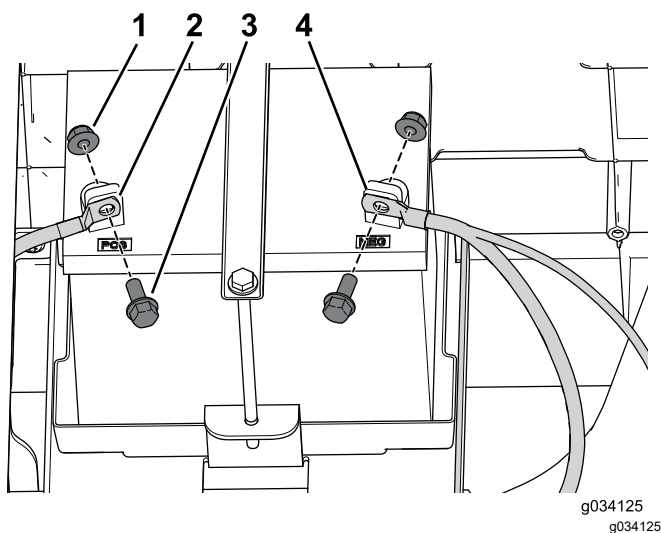

**Figure 9**
4. Retirez les 4 vis Torx (M6 x 22 mm) du panneau latéral gauche et déposez le panneau (Figure 9).